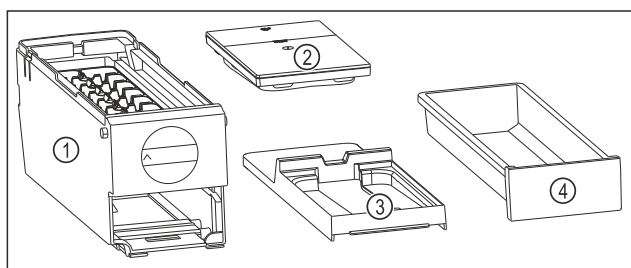

Fig. 78 Bestandteile des EasyTwist-Ice
- ▷ EasyTwist-Ice ist in vier Teile zerlegt. (siehe Fig. 78)
- EasyTwist-Ice nur in abgebildete Bestandteile zerlegen. (siehe Fig. 78)
- EasyTwist-Ice-Korpus Fig. 78 (1) als Ganzes reinigen.